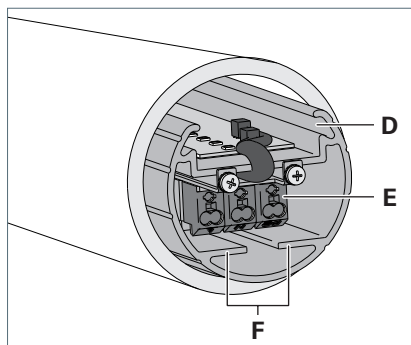

Fig. 9: Profilé porteur et borne.
- ▶ Retirez un peu le profilé porteur **D** du luminaire, voir Fig. 9.